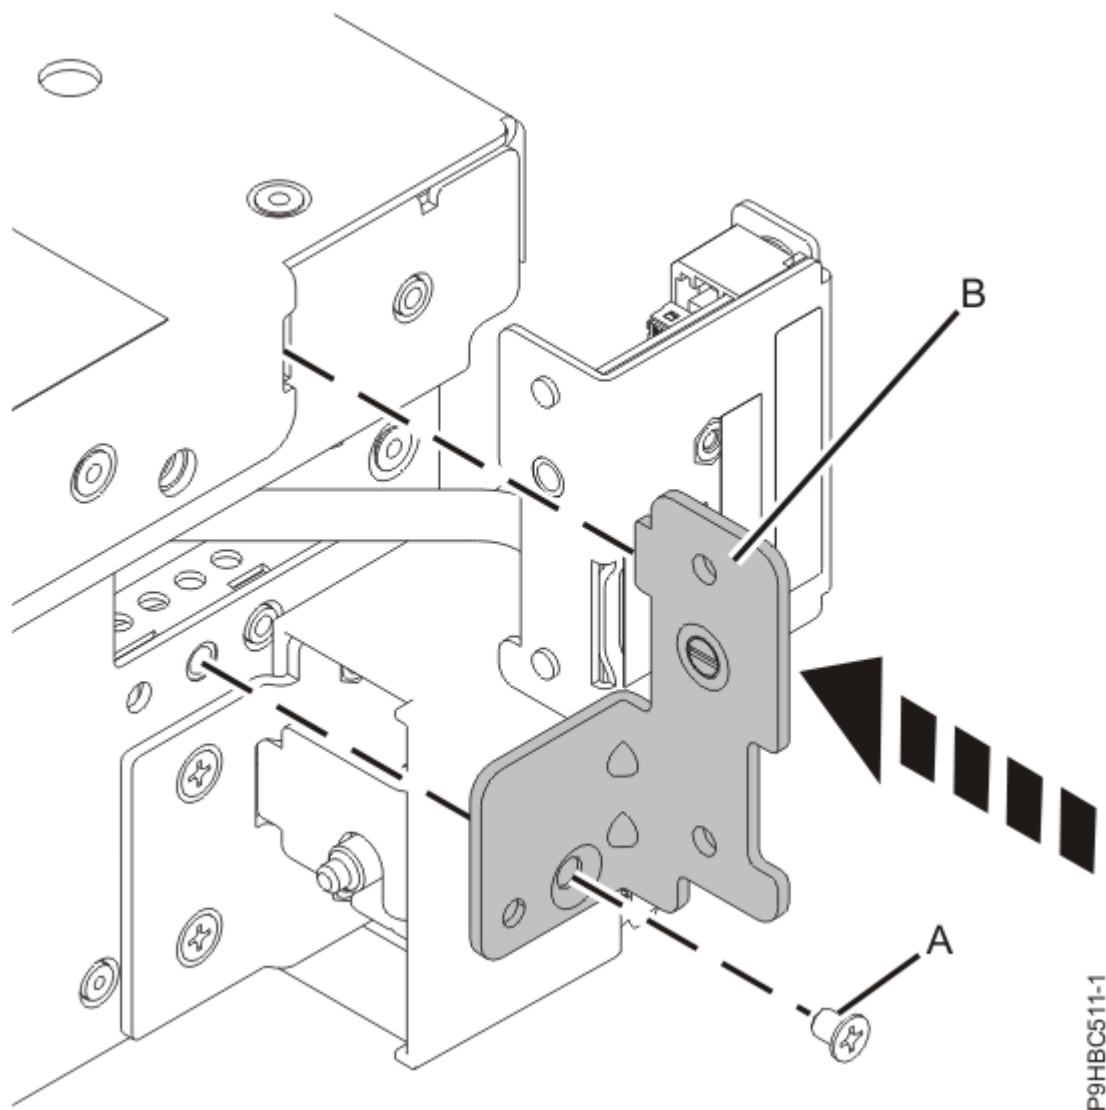

Figura 39. Substitució de la peça de subjecció del panell de control
4. Connecteu la peça de subjecció **(B)** al lateral del sistema amb el cargol **(A)**, tal com es mostra a la Figura 39 a la pàgina 43.